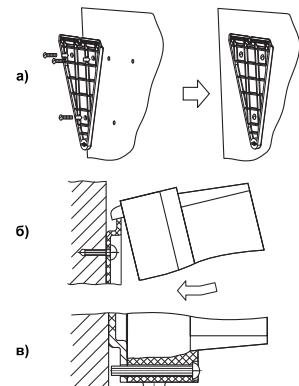

Рисунок 2 – Монтаж преобразователя настенного крепления
- Засечь крепежный уголок на задней стенке преобразователя за верхнюю кромку кронштейна (рисунок 2, б).
- Прикрепить преобразователь к кронштейну винтом M4 × 35 из комплекта поставки (см. рисунок 2, в).